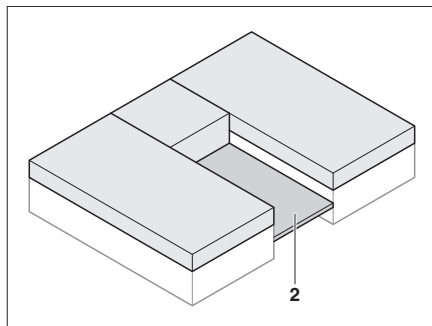

Fig. 76 Estrarre il telaio portamaterasso
- Estrarre il telaio portamaterasso (Fig. 76,2) tra i letti singoli.